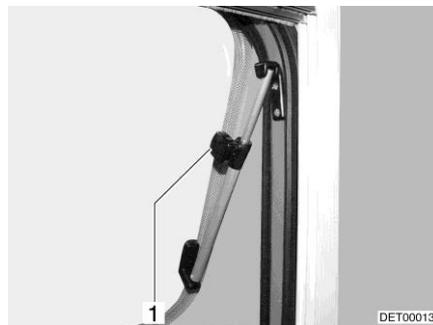

Fig. 70 Lanterneau avec bras pivotants, ouvert
- Ouvrir le lanterneau jusqu'à la position voulue et le bloquer avec la molette (Fig. 70,1).
- Tourner la molette (Fig. 70,1) jusqu'à ce que le dispositif de blocage soit libéré.